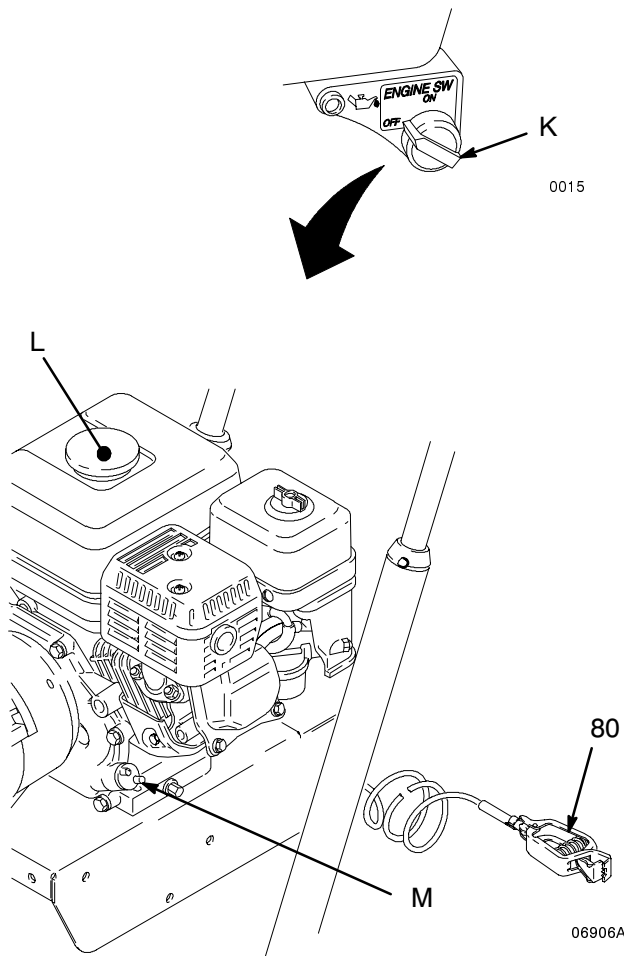

Fig. 3
3. **Contrôler le niveau d'huile moteur.** Voir le manuel fourni relatif au moteur Honda. On trouvera ci-après un résumé des informations qu'il contient: retirer l'un des bouchons de remplissage d'huile (M); l'huile doit pratiquement déborder. Voir Fig. 3. Si nécessaire, ajouter de l'huile.
Toujours mettre le commutateur marche-arrêt du moteur (K) sur arrêt avant de faire le plein de carburant (Fig. 3).
Ne pas remplir excessivement le réservoir. Veiller à bien refermer le bouchon de réservoir (L) après avoir fait le plein de carburant (Fig. 3).